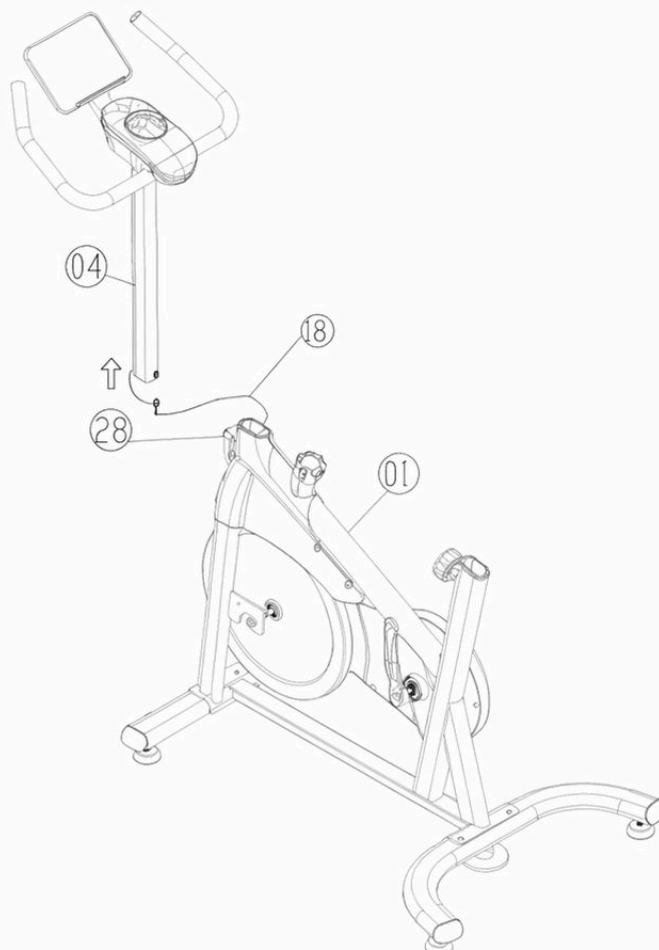
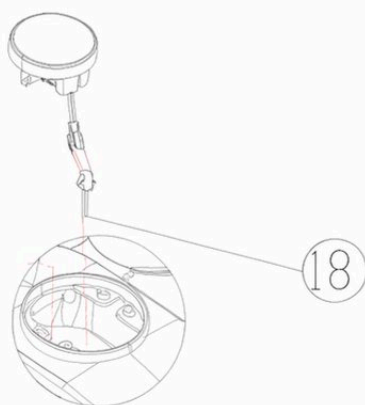

Figura 7.1
Figura 7.2
7. Primeiro, remova o fio de deteção do grupo de elevação n.º 04 e insira-o no grupo de quadro principal n.º 01 (conforme mostrado na Figura 7.1); em seguida, ligue o fio de conexão do quadro ao relógio eletrónico n.º 14 (conforme mostrado na Figura 7.2); depois, instale o grupo de elevação n.º 04 no quadro principal n.º 01 e fixe-o com o manípulo de ajuste em forma de L n.º 28 28.L; por fim, coloque a bateria no medidor eletrónico (conforme mostrado na Figura 7.3).